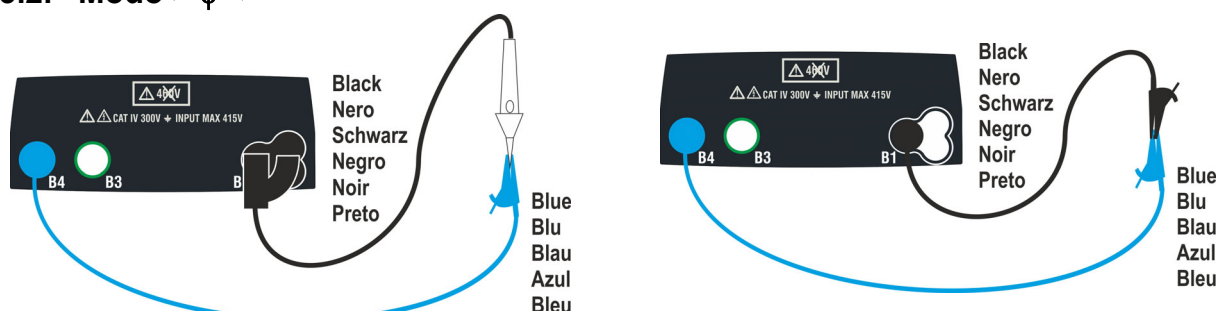

Fig. 12: Compensación de los cables y resistencia de la punta remota
- Conecte los cocodrilos y/o puntas de prueba y/o punta remota al conductor en pruebas como se indica en la Fig. 12.